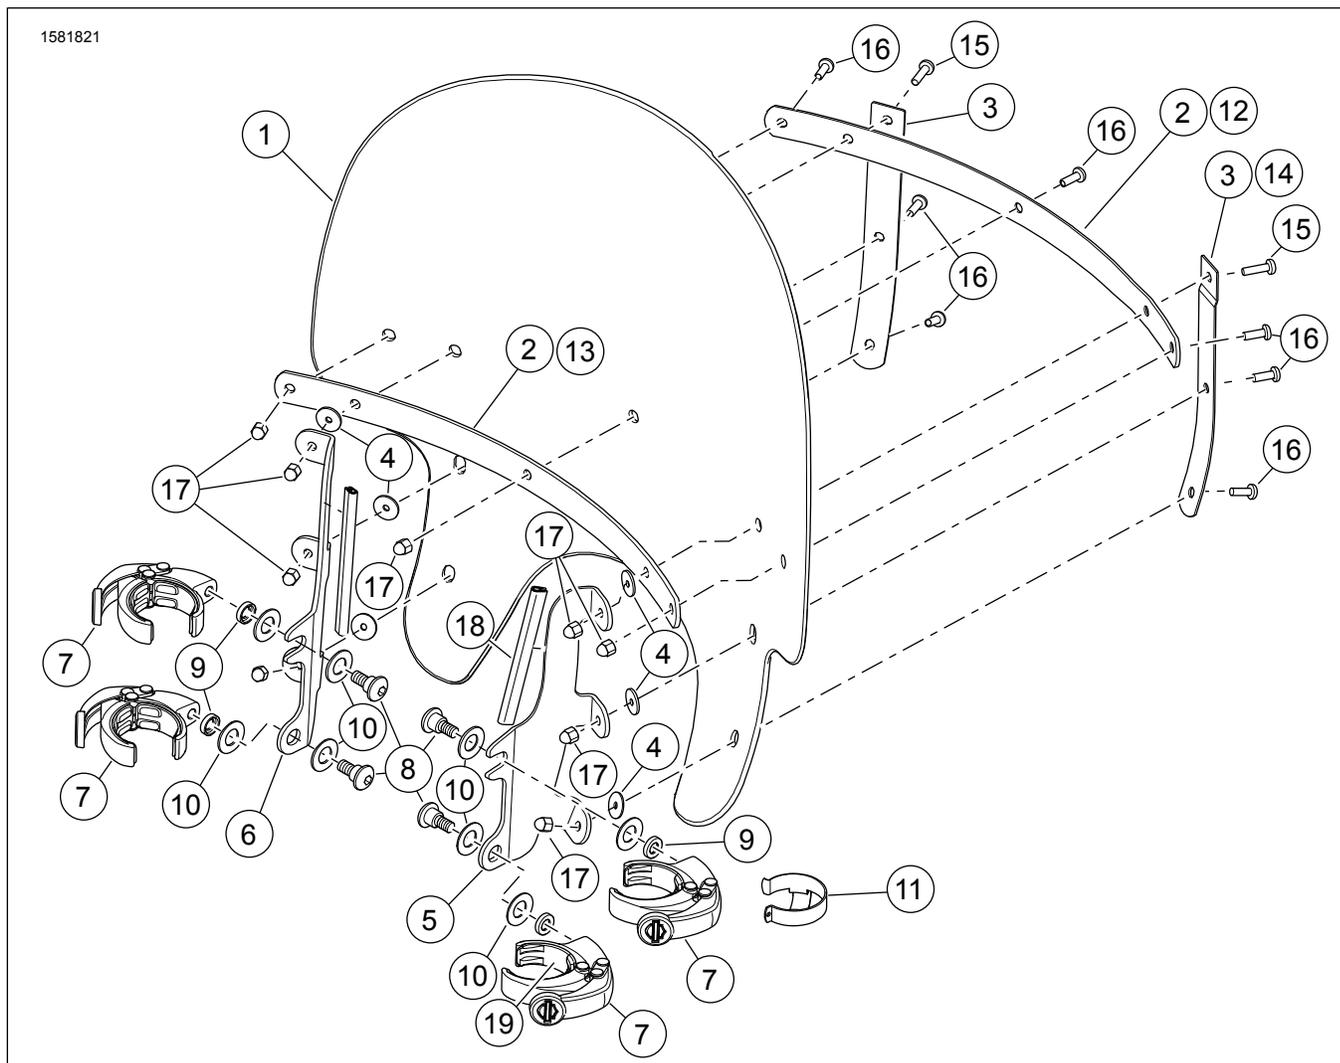

图2。维修零件：XL快速释放挡风玻璃
参见图2和表1。
4. 参见图2。将节气门拉索夹(11)卡在右侧叉管周围，穿过导向口布设节气门拉索。